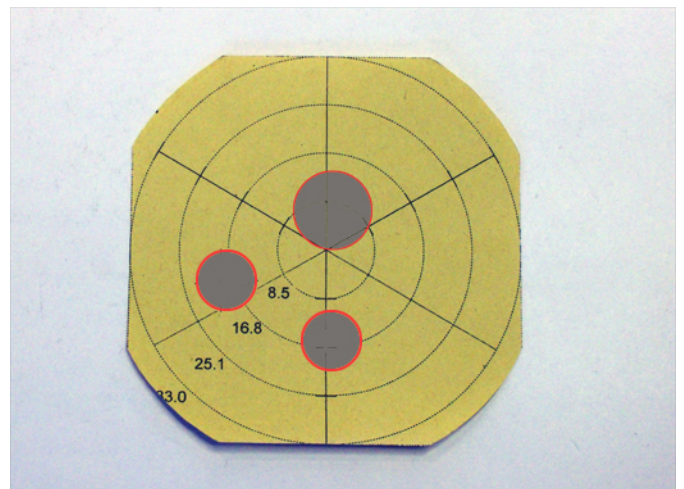

Figura 1
- **Aspetto della spruzzatura OK:** Le tre spruzzate sono distribuite in modo uniforme e grandi all'incirca nello stesso modo (figura 1).